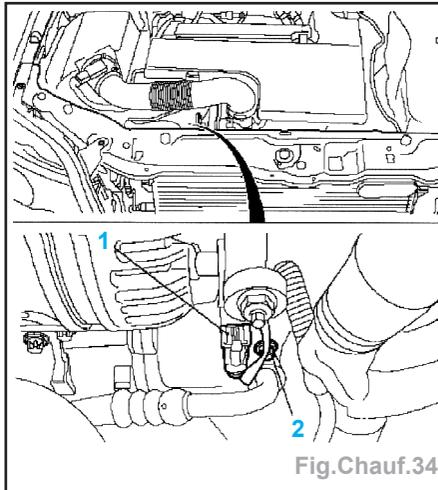

Fig. Chauf.34
- la conduite et la vis (2) (Fig. Chauf.34).